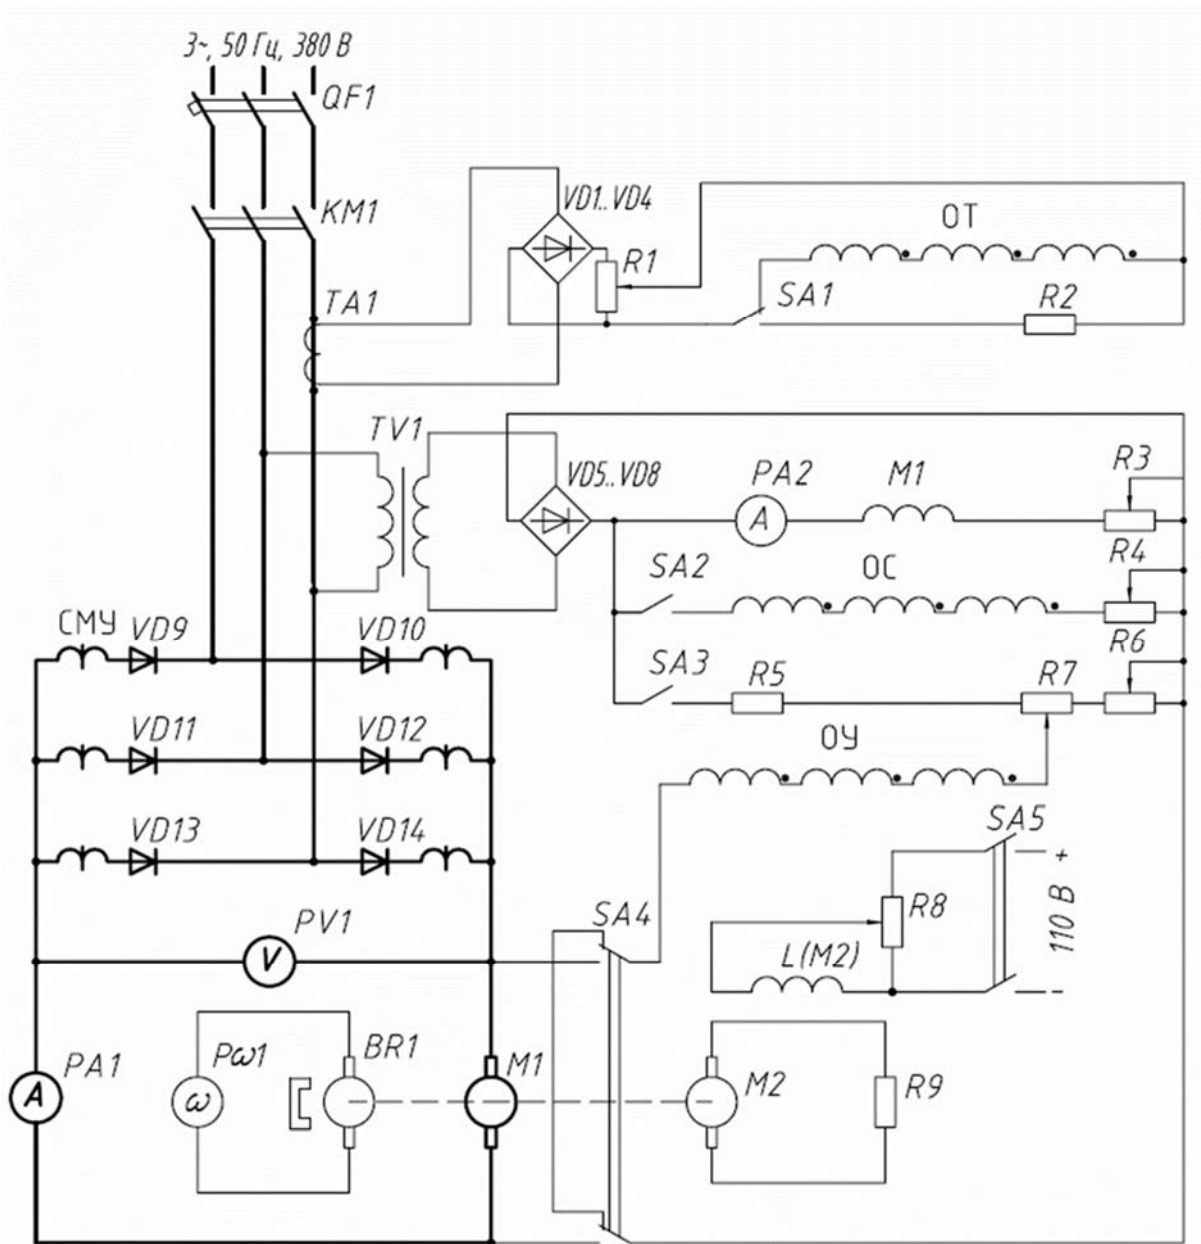

Рисунок 3 – Схема для исследования электропривода по системе «МУ – Д»
- 4 Изучить назначение элементов и режимы работы схемы электрической принципиальной (рисунок 3).